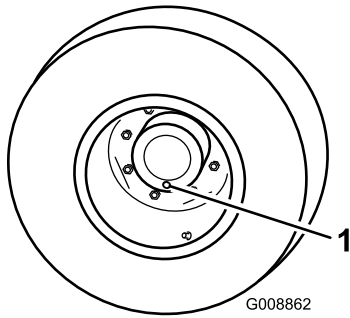

Figura 82
- Con la macchina su una superficie piana, posizionate una ruota in modo che un tappo di controllo si trovi alla posizione inferiore (a ore 6) (Figura 82).